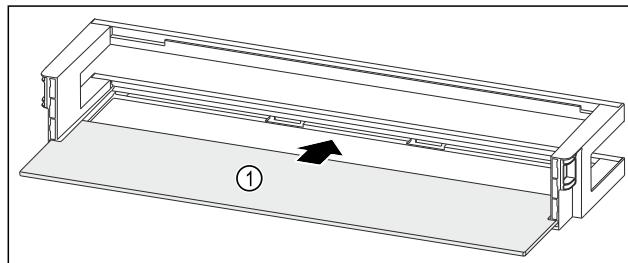

Fig. 117 Vratna polica z odlagalno polico
- Odlagalno polico Fig. 117 (1) vstavite v stranske utore.